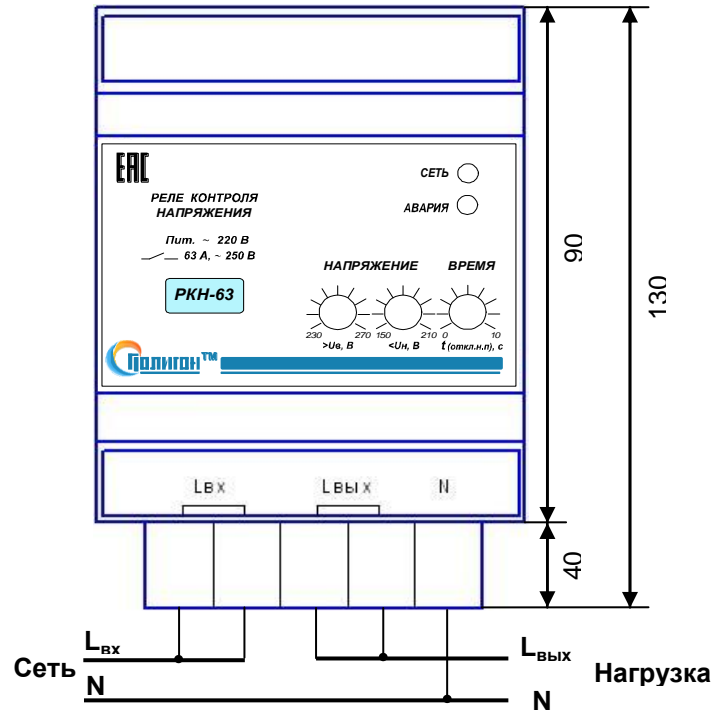

Рис.1. Порядок подключения реле.
4.3. Произвести подключение входной контролируемой сети и нагрузки согласно маркировке (Рис.1.):